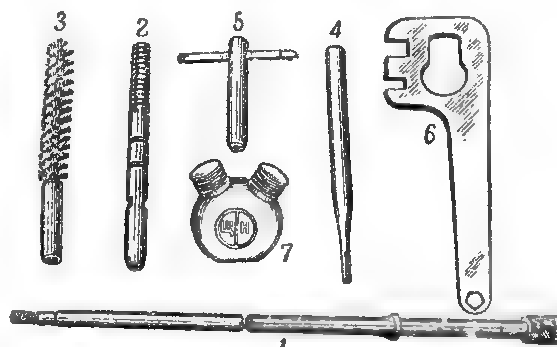

Рис. 54. Принадлежность:
54. Принадлежность (рис. 54) служит для разборки, сборки и чистки винтовки. В принадлежность входят: